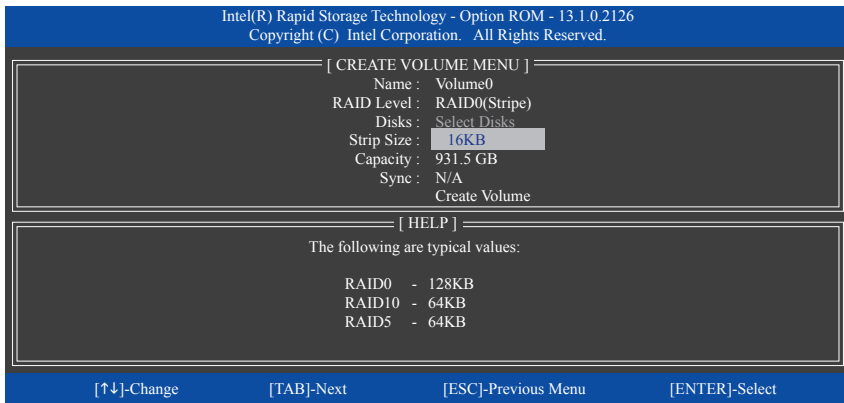

図 12
**Disks** の項目で、RAID アレイに含めるハードドライブを選択します。取り付けたドライブが 2台のみの場合、ドライブはアレイに自動的に割り当てられます。必要に応じて、ストライブブロックサイズ (図 12) を設定します。ストライブブロックサイズは 4 KB~128 KB まで 設定できます。ストライブブロックサイズを選択してから、<Enter> を押します。